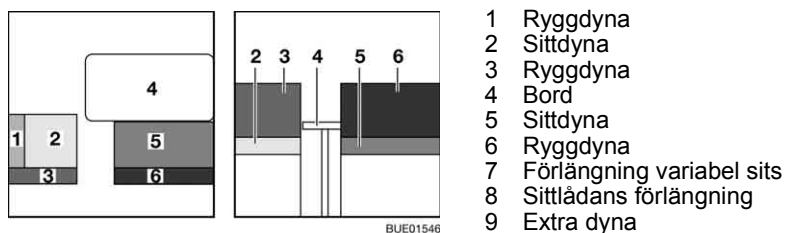

Bild 142 Före ombyggnaden
- Bygg om bordet (Bild 142,4) till sängbotten (se avsnitt 6.12).
- Tag bort ryggdynan (Bild 142,1) och lägg den åt sidan.